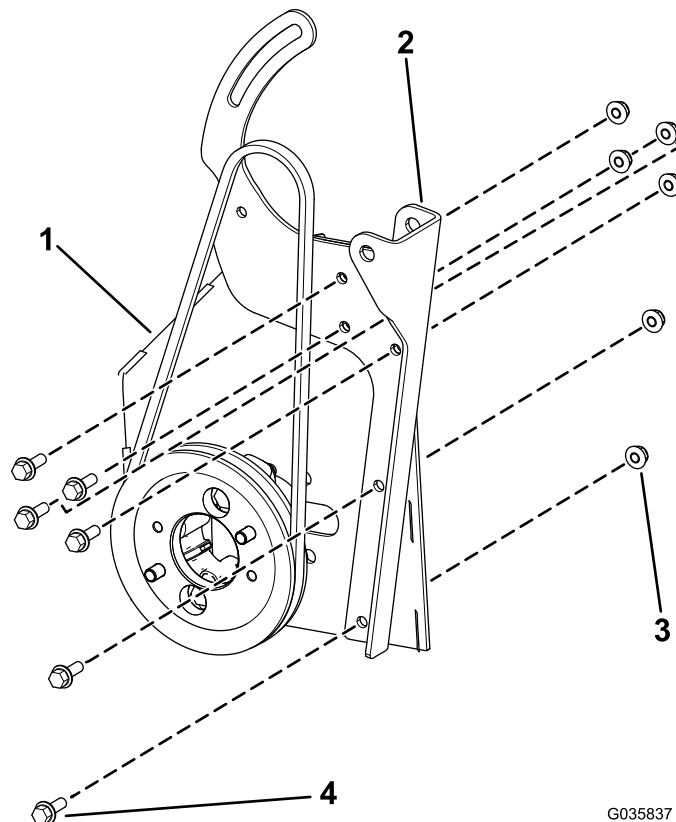

Bild 10
2. Befestigen Sie die Lichtmaschinenhalterung an der Halterung der Hydraulikpumpe mit den 6 Sechskantbundschräuben (1/4" x 3/4") und 6 Bundmutter (1/4") wie unter Bild 10 gezeigt.